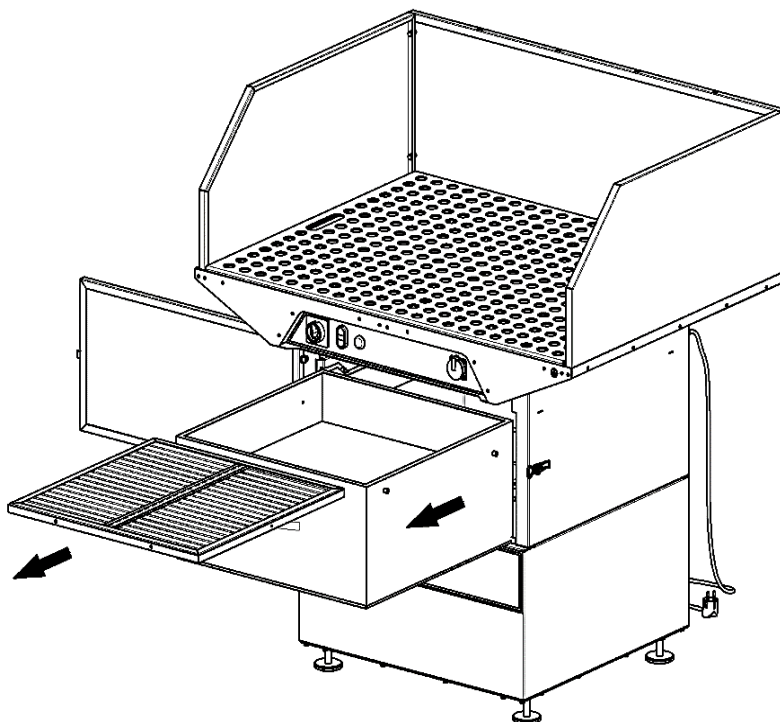

Рисунок 6
- 3) извлечь картридж, аккуратно выкатив его по направляющим, как показано на рис. 6;